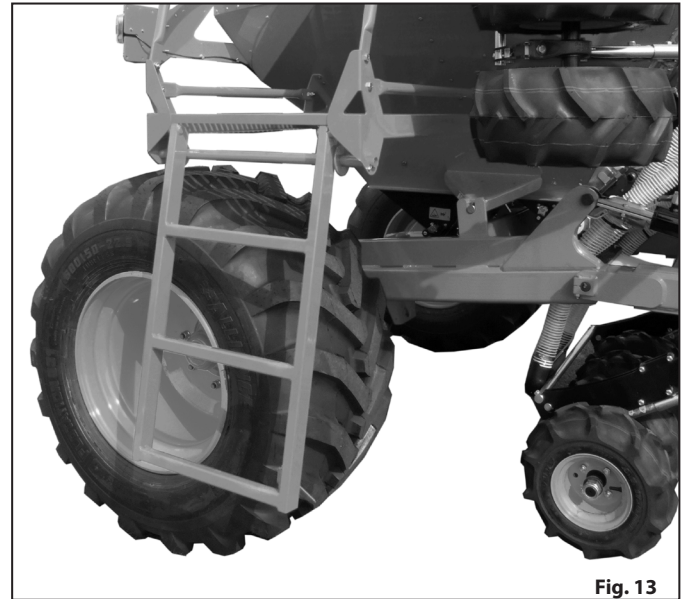

Fig. 13
- Pociągnąć pomost załadunkowy w swoją stronę a następnie opuścić go «Fig. 13».